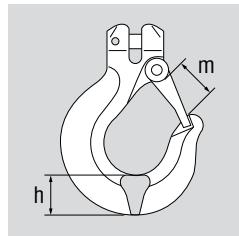
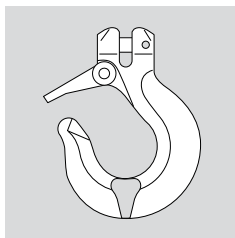

Fig. 13.4: Ensanchamiento en el gancho/desgaste en la base del gancho
Fig. 13.5: Ensanchamiento del gancho/ el pestillo de seguridad se suelta
- Muestras de ensanchamiento en ganchos, es decir, por ejemplo, aumento llamativo de la abertura. El aumento de la abertura no debe superar el 10 % del valor nominal (medida de catálogo «m» fig. 13.4) o ser tal que el pestillo de seguridad no se suelte (fig. 13.5)
- Desgaste (reducción del espesor) en la base del gancho $\geq 5\%$ (medida del catálogo «h» fig. 13.4)